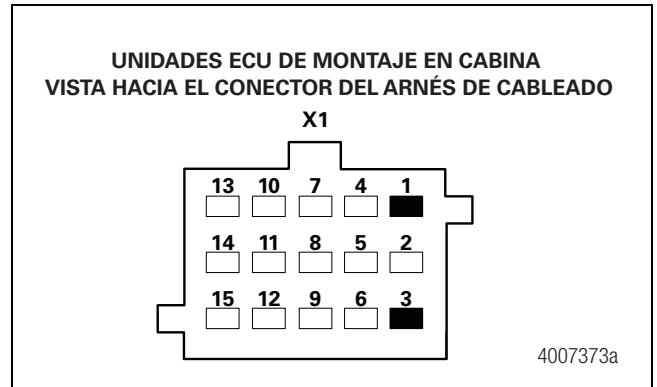
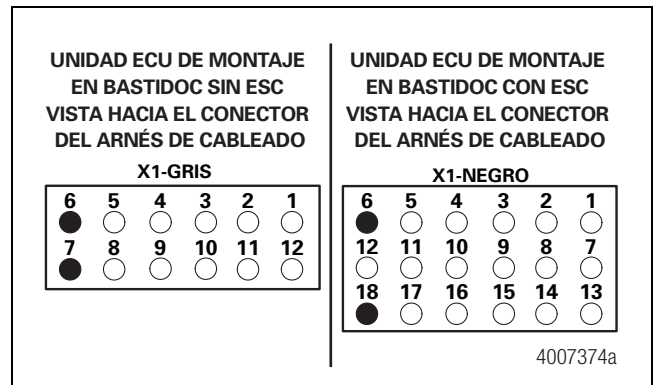

Figura 3.44
Figura 3.45
- Para las mediciones de resistencia, la batería del vehículo debe estar desconectada y la llave de encendido debe estar en la posición APAG. Figura 3.44 y Figura 3.45.